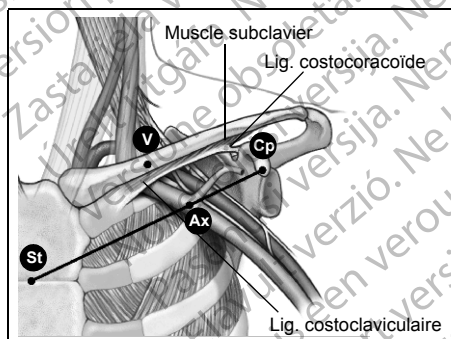

Figure 2. Points de repère du site d'entrée pour la ponction veineuse percutanée subclavière.
1. Comme indiqué à la Figure 2, identifier les points St (angle sternal) et Cp (processus coracoïde).